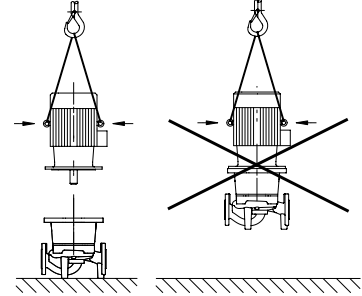

Fig. 7: نقل المحرك
- حلقات النقل الموجودة على المحرك تستخدم لنقل المحرك فقط، وليس لنقل المضخة بأكملها (Fig. 7).